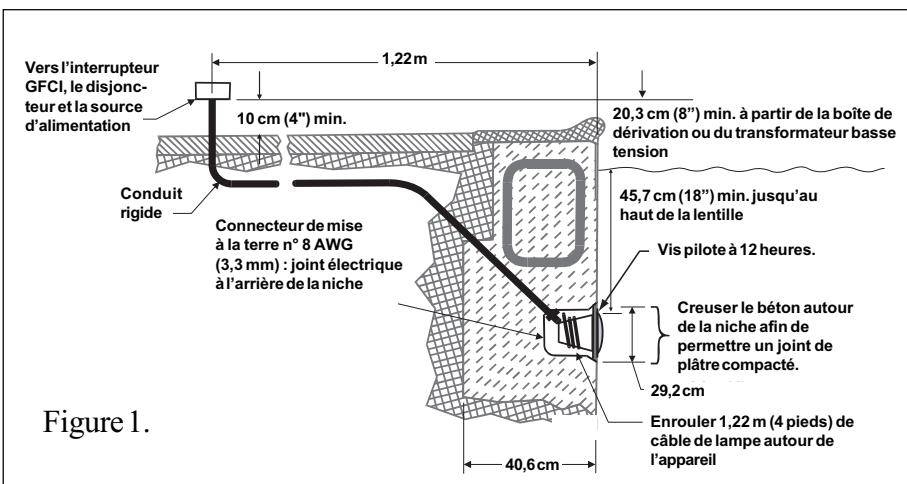

Figure 1.
- A. Avant que l'appareil d'éclairage ne puisse être installé, l'électricien devra procéder aux préparatifs suivants (cf. figure 1 ci-dessous).
- b. La boîte de dérivation (ou, pour les modèles de 12 volts, le transformateur basse tension) est située à au moins 20,3 cm (8 pouces) au-dessus du niveau du sol et à au moins 1,22 m (48 pouces) du bord de la piscine (cf. figure 1 ci-dessous).
- d. La niche submersible doit être installée convenablement, de telle manière que le trou de la vis soit à 12 heures et que le rebord supérieur de la lentille du luminaire soit à une profondeur d'au moins 45,7 cm (18 pouces) au-dessous de la surface de l'eau dans la piscine (cf. figure 1 ci-dessous).
- e. La niche immergée comporte des joints électriques appropriés et est convenablement reliée à la terre au moyen du connecteur de terre n° 8 AWG (3,3 mm) situé à l'arrière de la niche (cf. figure 1).
1. Acheminer le cordon à travers le conduit jusqu'à la boîte de dérivation en laissant au moins 1,22 m (4 pieds) à enrouler autour de la lampe au niveau de l'appareil d'éclairage (cf. figure 1). Ce mètre vingt-deux permet de procéder au remplacement de la lampe une fois la piscine remplie d'eau.
- d. La niche immergée est correctement installée de manière à ce que le bord supérieur de la lentille de la lampe soit à au moins 45,7 cm (18 pouces) au-dessous de la surface de l'eau dans la piscine (cf. figure 1 ci-dessous).
5. Laisser au moins 1,22 m (4 pieds) de cordon à enrouler autour de la lampe (cf. figure 1). Ce mètre vingt-deux permet de procéder au remplacement de la lampe une fois la piscine remplie d'eau.